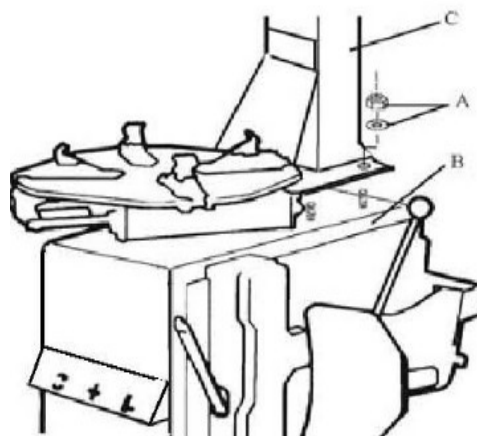

Рис. 3
2. Открутите гайку и шайбу А от корпуса В, как показано на рис. 3. Установите колонну С, закрепите ее с помощью гайки и шайбы А. Не допускайте расшатывания колонны. Своевременно затягивайте крепление. В противном случае можно повредить шину во время работы.